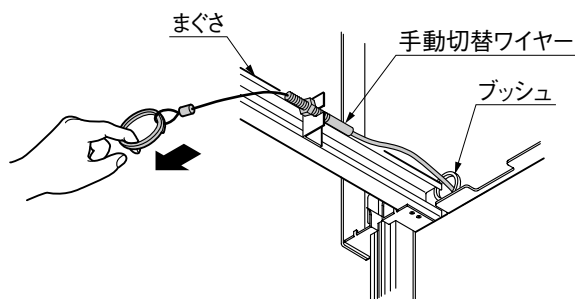

図10-2
- ② 手動切替ワイヤーを引いて、クラッチを入れてください。(図10-2参照)